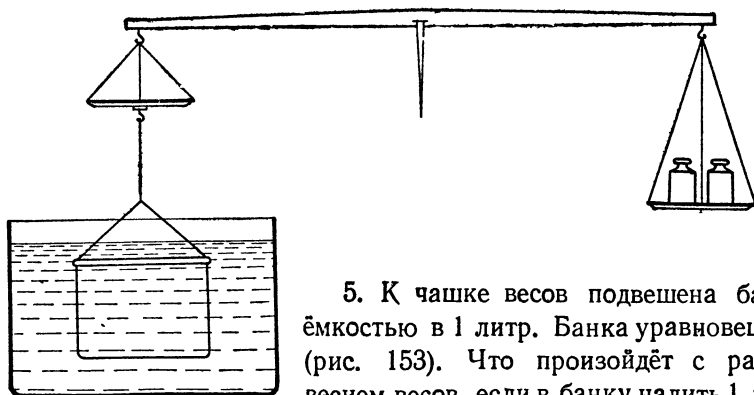

Рис. 153.
5. К чашке весов подвешена банка ёмкостью в 1 литр. Банка уравновешена (рис. 153). Что произойдёт с равновесием весов, если в банку налить 1 литр воды и всю её погрузить в воду?